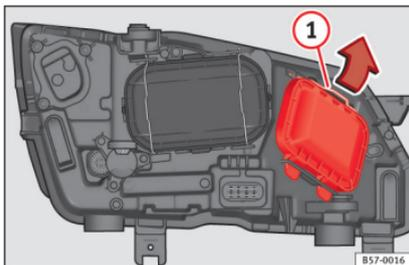

Abb. 103 Im Motorraum: Abdeckung entfernen.
2. Verschieben Sie die Strebe »» **Abb. 103** ① in Pfeilrichtung und nehmen Sie die Abdeckung ab.